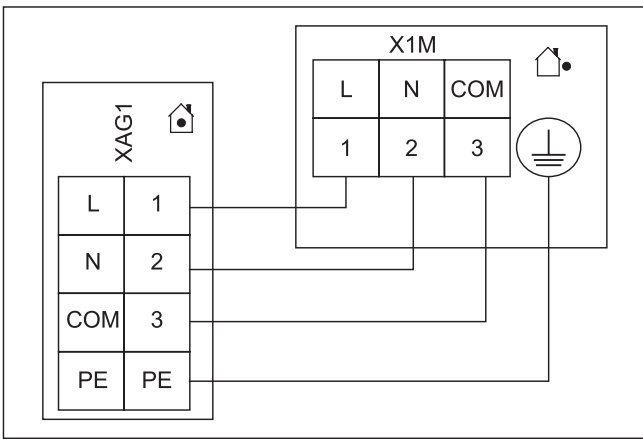

Fig. 3-38 Collegamento pompa di calore esterna
- 2 Collegare la pompa di calore esterna alla morsettiera XAG1 (vedere Fig. 3-38).